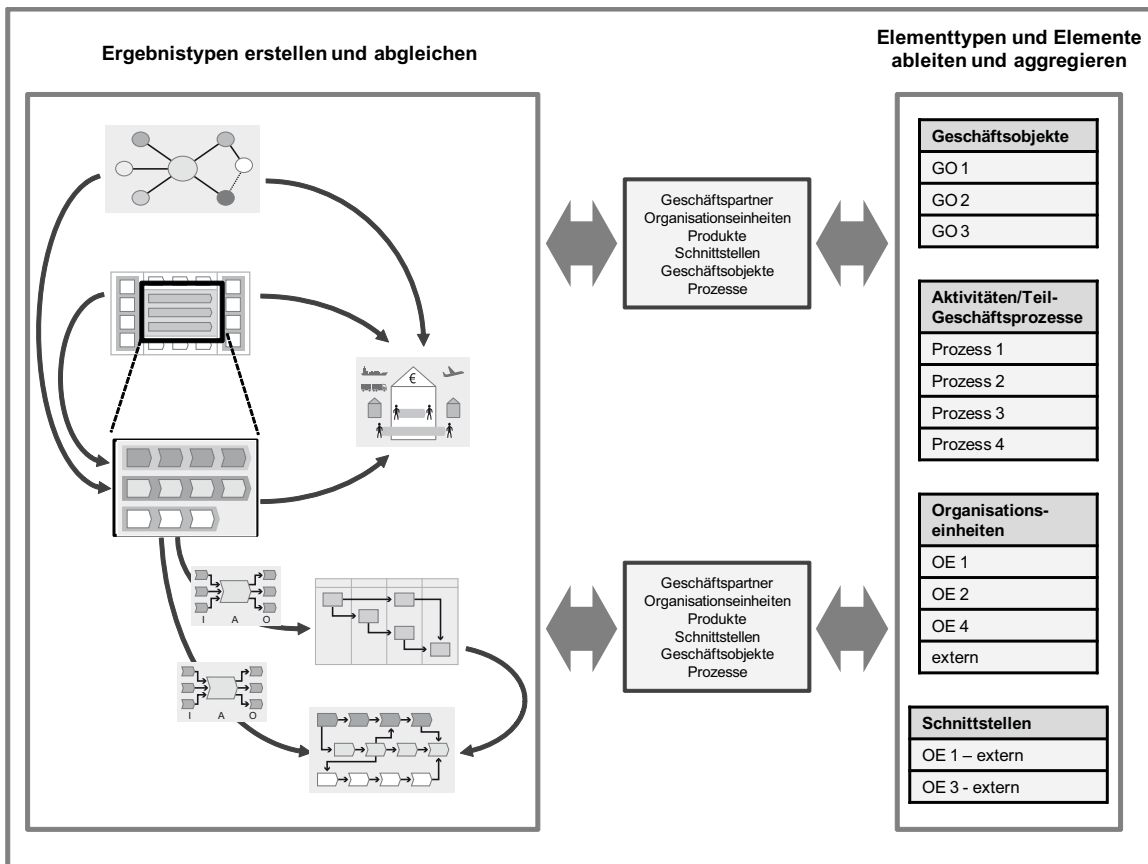

ABBILDUNG 4.2 Zusammenspiel der verschiedenen Ergebnistypen beim Aufbau eines fachlichen Bezugsrahmens
Beim Top-down-Ansatz beginnen Sie mit dem Aufbau der Basisdokumentation in der in Abbildung 4.2 dargestellten Reihenfolge:
In Abbildung 4.2 werden die im Top-down-Ansatz wesentlichen Ergebnistypen und Elementtypen dargestellt. Details zum Zusammenspiel finden Sie in Abschnitt 4.4.
2. Vervollständigen und konsolidieren Sie Ihre Ergebnistypen entlang der in Abbildung 4.2 vorgegebenen Strukturierung, um eine hinreichende Vollständigkeit und Korrektheit sicherzustellen. Stimmen Sie die Ergebnisse mit den jeweiligen Domänenverantwortlichen ab.
- Nutzen Sie das Fachliche Referenzmodell und die Prozesslandkarte, um Ihr Operational Model auf seine Vollständigkeit und Korrektheit hin zu überprüfen. Gehen Sie iterativ vor, und gleichen Sie die Inhalte immer wieder miteinander ab (siehe Abbildung 4.2 und Abbildung 4.17).